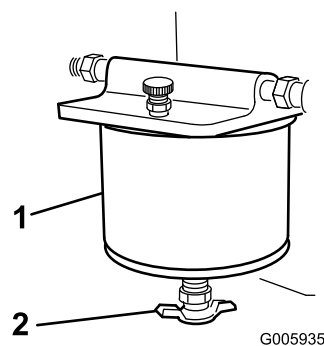

Figura 32
4. Girate la valvola di spurgo finché l'acqua non fuoriesce dal filtro (Figura 32).